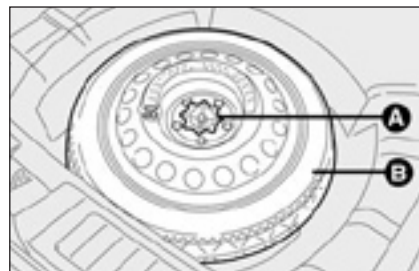

рис. 11
- ☐ Положите запасное колесо **В-рис. 11** в специальное место в багажном отделении и закрепите зажимом **А-рис. 11**.